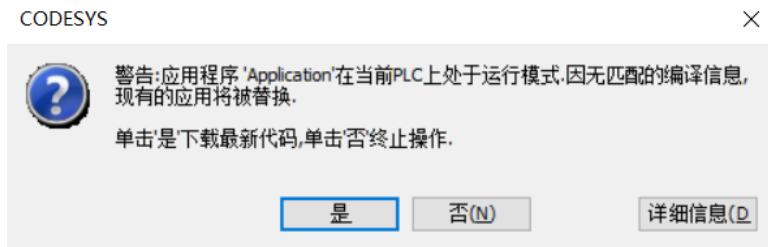

图 13-18 下载提示窗口
2. 弹出提示窗口，如图 13-18 所示，点击【是】，此时 PLC 程序将被覆盖最新代码。